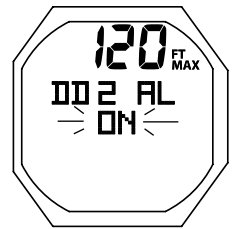

Fig. 132A - AJUSTE ALARMA DD2
**Ajuste de la alarma de profundidad de descenso 2 (DD2)\*\*** - Ésta es la información mostrada (Fig. 132A):